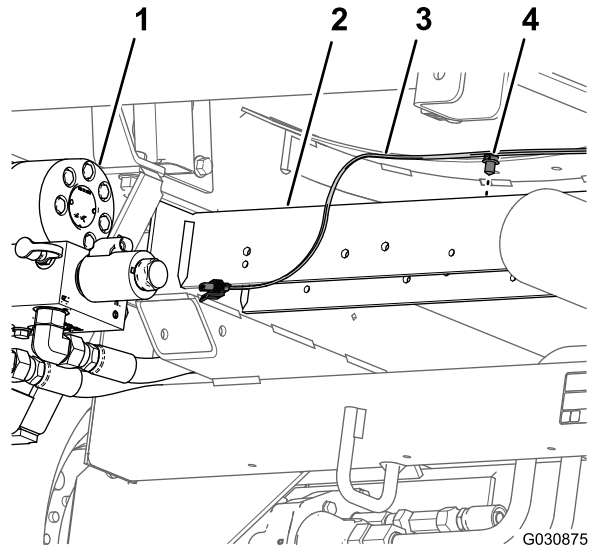

Figura 41
6. Retire o fixador serrilhado que prende a cablagem traseira (Figura 41) aos orifícios no tubo transversal traseiro (atrás dos motores de tração hidráulica).